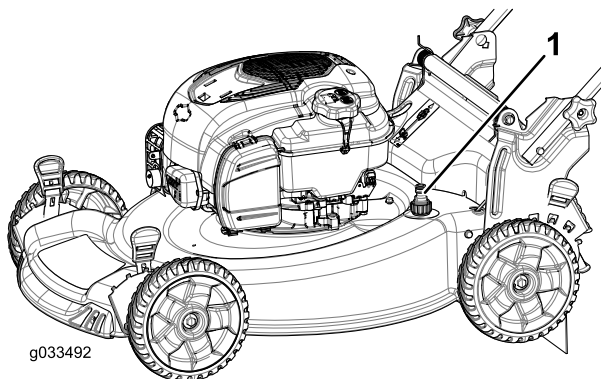

Рисунок 38
5. Присоедините садовый шланг, подключенный к источнику воды, к отверстию для промывки в корпусе (**Рисунок 38**).